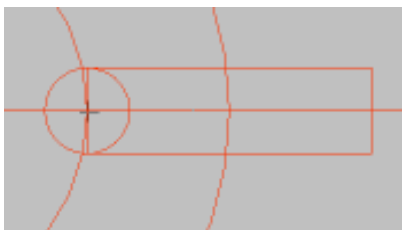

图 1-4 绘制圆形和矩形
后选取圆心点坐标为  $(17.5, 0)$ ，效果如图 1-4 所示。
8. 设置完毕，单击对话框中的 OK 按钮，然后设置基点坐标为  $(17.5, 0)$ ，效果如图 1-4 所示。